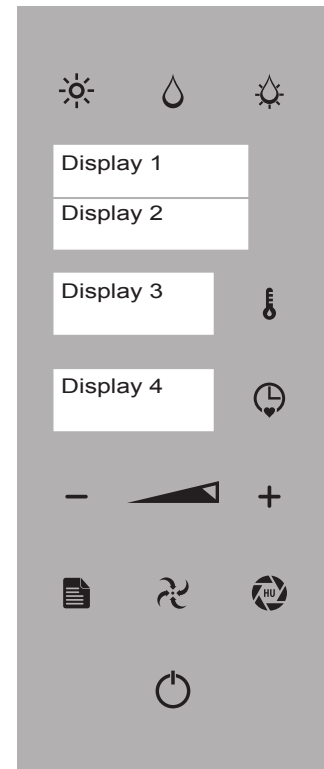

Fig.1
- Modus "STAND BY": Taste "EINGABE" leuchtet und Uhrzeit wird angezeigt (Abb.1 Display 3).
- Modus "HAUPTMENU": Taste "EINGABE" leuchtet und Uhrzeit wird angezeigt (Abb.1 Display 3) sowie Anzeige der Funktionen (WASCHEN - REZEPT - KERNSONDE - POST - REZEPT SPEICHERN - REZEPT IMPORTIEREN - UPDATE FW - AUS - Abb.1 - Display 1).
Im Modus "Funktionsauswahl" oder "Wahl der Parameter" wird nach 5 Sekunden Inaktivität die Funktion am Ofen oder der angezeigte Wert gespeichert (Abb.1 Display 2 - 3 - 4).
Das "Programm" und/oder "Rezept" zum Kochen/Backen kann bei Bedarf aufgerufen und wiederholt werden. Die Apparatur kann bis zu 60 Programme speichern, die Dauer eines jeden Programms darf nicht 9 aufeinander folgende Arbeitsstunden überschreiten. Innerhalb eines "Programms" sind 5 Back-/Kochphasen möglich. Die "Back-/Kochphase", angezeigt durch den Schriftzug "PHASE" (Abb.1 Display 2), gibt die Eigenschaften des Backens/Kochens an, durch welche die Lebensmittel behandelt werden.